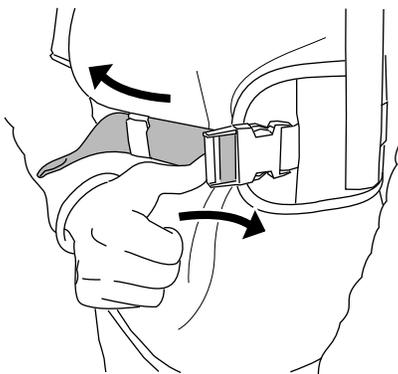

Figure 14
7. Si la ceinture ventrale est trop serrée, soulevez le dispositif de réglage sur le côté pour allonger les sangles (Figure 14).